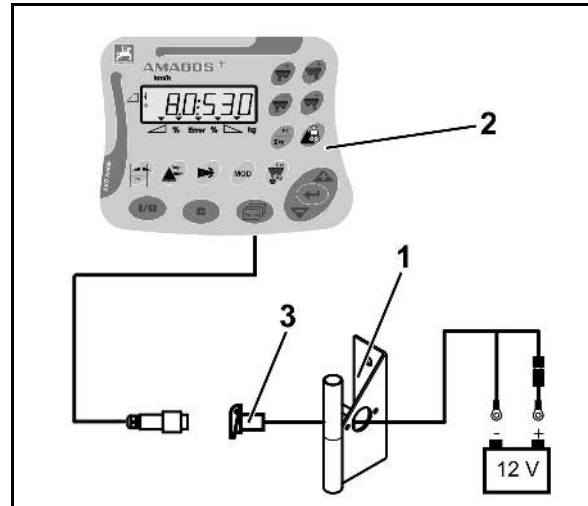

Fig. 16
Konsollen (Fig. 16/1) skal monteres svingningsfrit og elektrisk ledende på kabinen i syns- og gribeområdet til højre for føreren. Afstanden til radioapparat og radioantenne skal være mindst 1 m.
1. Holderen med computeren (Fig. 16/2) stikkes på røret til konsollen.
2. Monter bøsningen (Fig. 16/3) til batteritilslutningskablet på konsollen.